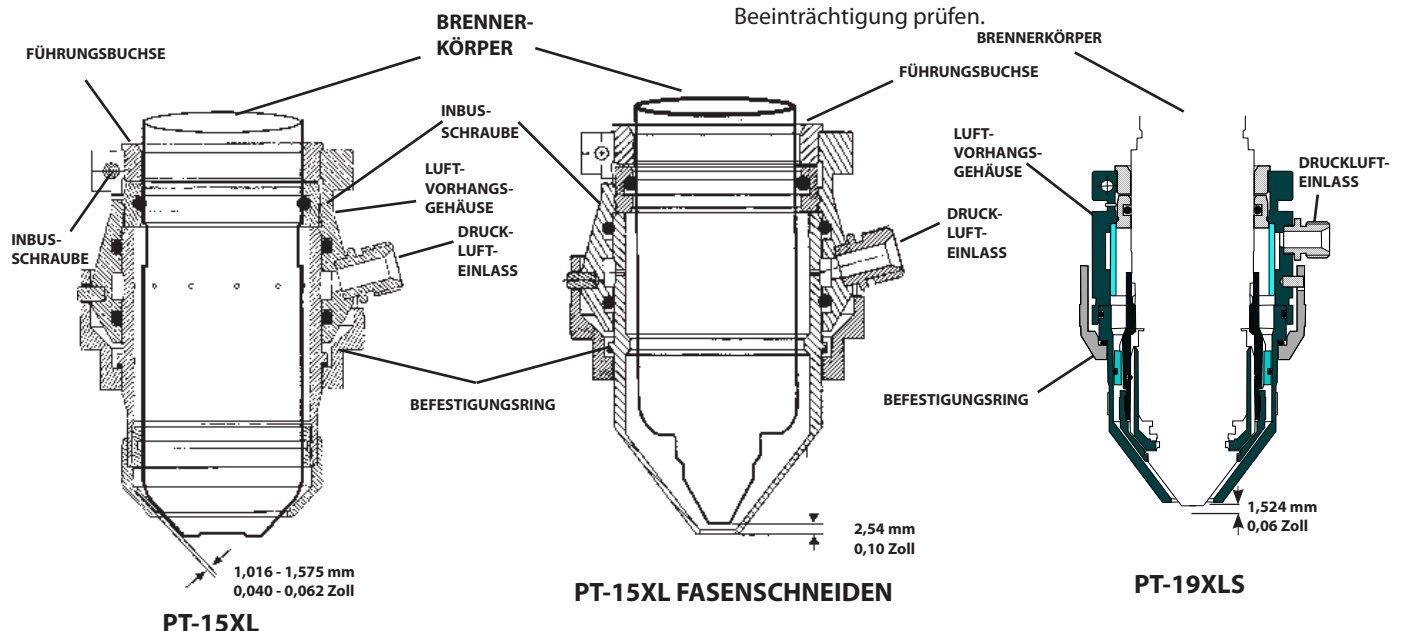

Abbildung 2-9. Installation des Luftvorhangs
7. Fixieren Sie den Luftvorhang, indem Sie die Inbusschraube am Luftvorhanggehäuse festziehen. Siehe Abbildung 2-9.